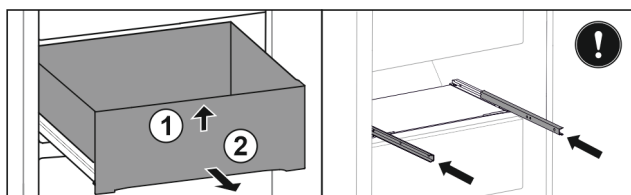

Fig. 28 *
- ▶ Nadvihnite zásuvku dopredu Fig. 28 (1)*
- ▶ Odoberte ju dopredu Fig. 28 (2)*